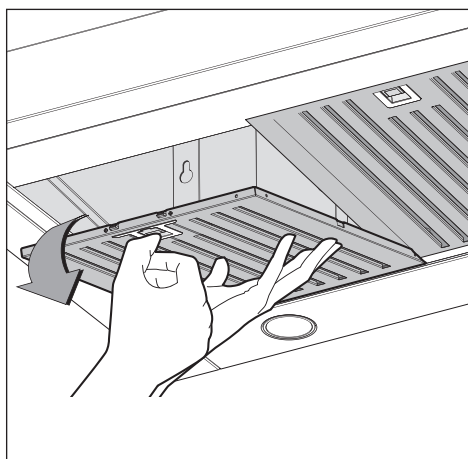
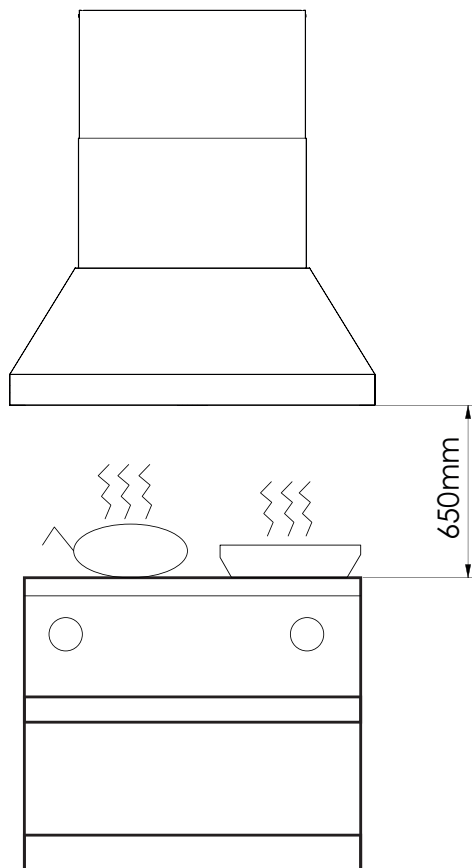

Fig.6
Fig.11
- La distanza minima fra la superficie di supporto dei recipienti di cottura sul dispositivo di cottura e la parte più bassa della cappa da cucina deve essere di almeno **65 cm** (Fig.11). Se dovesse essere usato un tubo di connessione composto di due o più parti, la parte superiore deve essere all'esterno di quella inferiore. Non collegare lo scarico della cappa ad un condotto in cui circoli aria calda o utilizzato per evacuare fumi degli apparecchi alimentati da un'energia diversa da quella elettrica. Prima di procedere alle operazioni di montaggio, per una più facile manovrabilità dell'apparecchio rimuovere i filtro/i antigrasso (Fig.6).